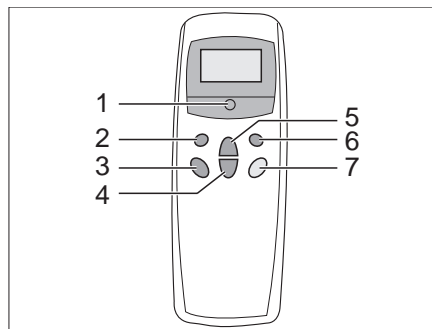

Bild 204 Fjärrstyrning
Klimatanläggningen är monterad på fordonets tak. Fjärrstyrningen (Bild 204) för klimatanläggningen finns i köket.
- Slå på fjärrstyrningen på brytare (Bild 204,5).
- Ställ in önskat driftläge med knappen (Bild 204,1).
- Ställ in önskad blåseffekt och rumstemperatur med knapparna (Bild 204,3 och 4) vid behov.
- För fränkoppling tryck knappen (Bild 204,5) på fjärrstyrningen igen.